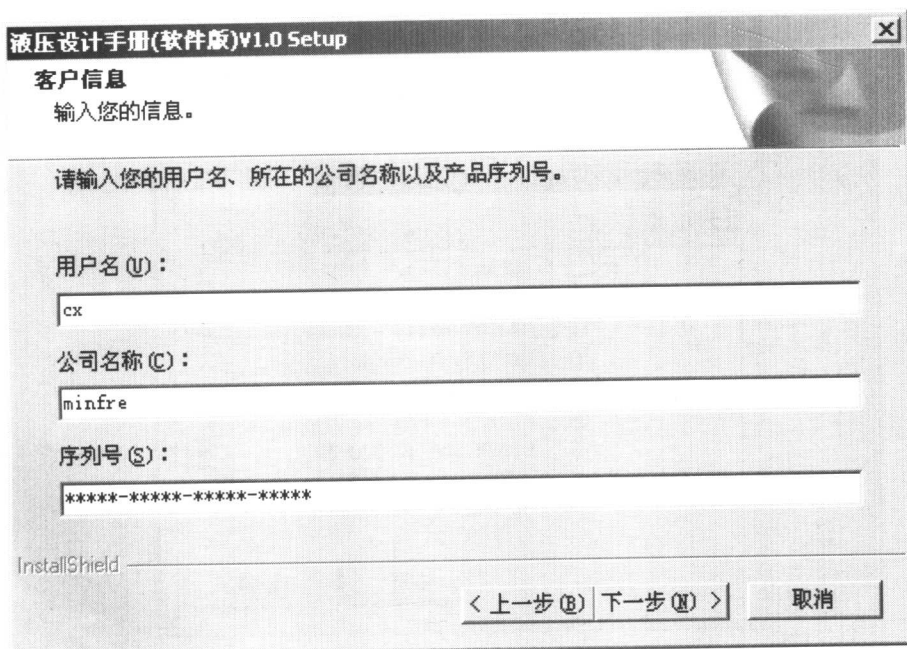

图 1.4 客户信息界面
(5) 在客户信息界面中输入相关信息及序列号并仔细检查序列号无误后, 单击“下一步”按钮, 如图 1.4 所示。